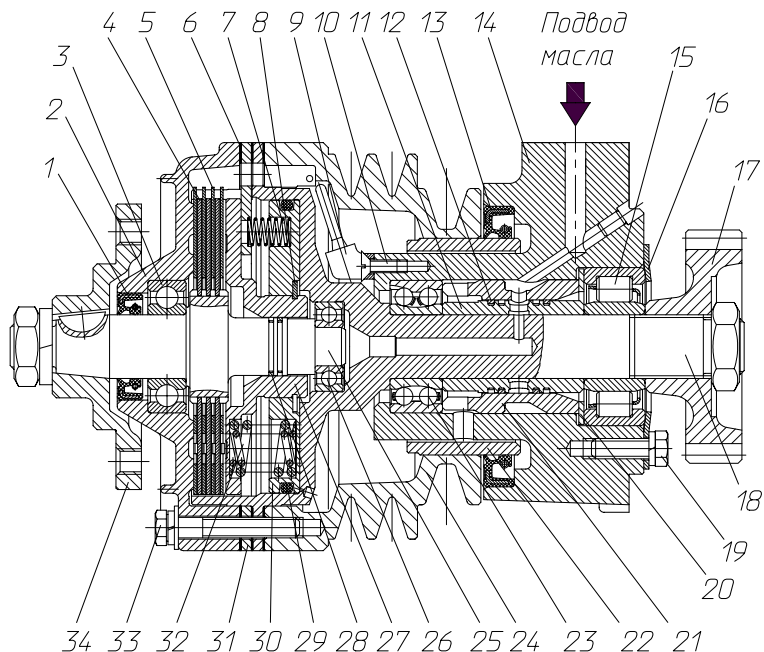

Рис. 6. Привод вентилятора
Двигатели комплектуются фрикционным приводом вентилятора (рис. 6), предназначенным для включения и выключения вентилятора в зависимости от условий эксплуатации.
подвода масла корпуса 14 (рис. 6). Далее через отверстие в корпусе, радиальные отверстия во втулках 10 и 22 попадает в осевое отверстие ведущего вала 18, а оттуда к поршню 30. Поршень начинает перемещаться, передавая усилия через пружины 32 на обойму, которая давит на диски 4 и 5, выбирая зазоры между ними. После сжатия ведущих и ведомых дисков ведомый вал 25 с крыльчаткой начинает вращаться с рабочей частотой. После того как, температурное состояние двигателя достигнет значения близкого к низшему оптимальному, включатель прекращает подачу масла. Масло, находящееся под поршнем 30, под действием центробежных сил, а также пружин 7, 32 через дренажные отверстия по специальным каналам перемещается во внутреннюю полость передней крышки 2 и шкива 24. С помощью черпательной трубки 9 и далее по каналам в корпусе масло попадает в картер двигателя.
5. Отвернуть болты крепления и снять с привода крышку 2 (см. рис. 6) в сборе со ступицей и ведомым валом 25, извлечь из ведущего вала 18 пакет ведущих и ведомых дисков 4 и 5, а также поршень 30 в сборе с упором 31 и нажимной обоймой 27.
4. При сборке пакета фрикционных дисков чередование ведущих и ведомых дисков должно быть таким, как показано на рис. 6. При этом ведущие диски необходимо устанавливать так, чтобы направление отжимных усов было против часовой стрелки, если смотреть на привод со стороны ступицы вентилятора.